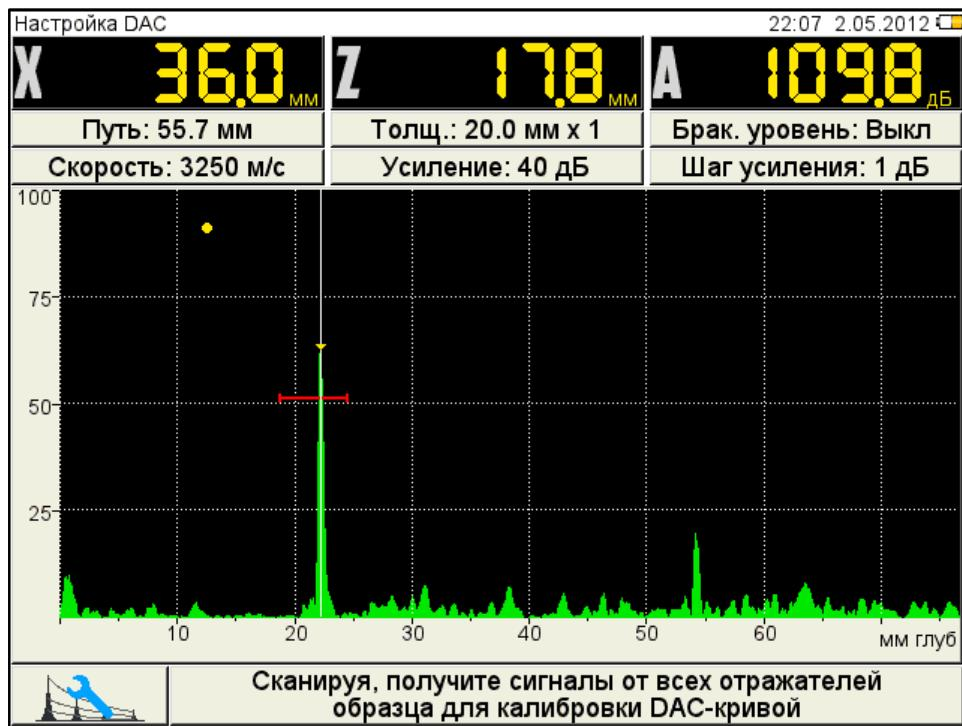

Рисунок 48
- найти максимальный сигнал от второго контрольного отражателя и отредактировать его аналогично первому отражателю, при этом первая узловая точка не должна попадать в поле строба (рисунок 48).